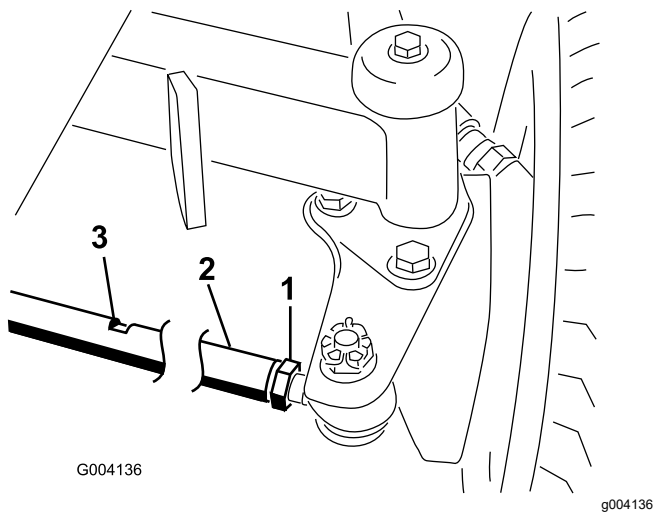

Figura 140
1. Afloje las contratueras de ambos extremos del tirante (Figura 140).